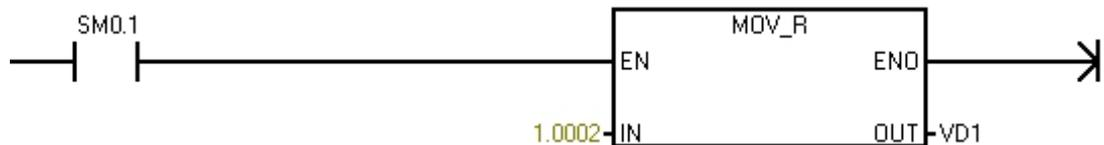

图16
6. 在调用 Q0_x_CTRL 的网络之后插入一条网络，将调整后的 Tune_Factor 传递给全局变量 +VD1，如图16。